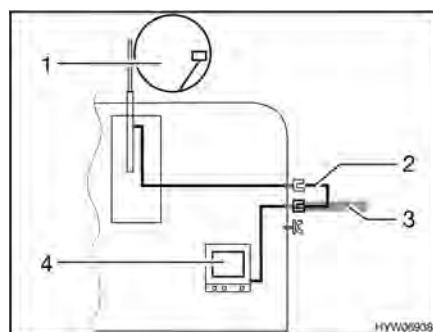

Fig. 108 TV nel veicolo
- TV nel veicolo (Fig. 108,4): Collegamento all'antenna del tetto (Fig. 108,1) con cavo di collegamento (Fig. 108,2)
- TV nel veicolo (Fig. 108,4): Collegamento a antenna esterna (Fig. 108,3)